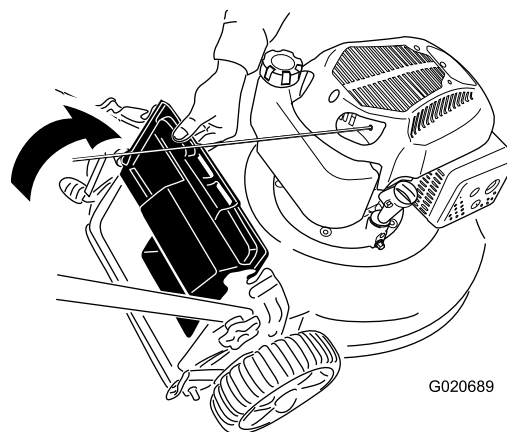

Рисунок 22
2. Поднимите и удерживайте задний отражатель (Рисунок 22).